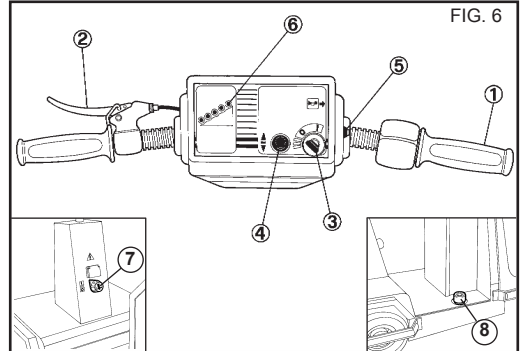
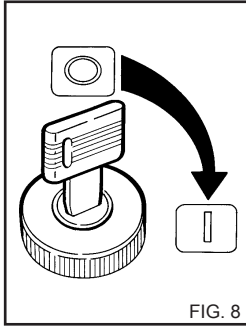

FIG. 6
FIG. 8
STEUERSYSTEME MOD. 250 - FIG. 6
1) Zündschlüssel einstecken und nach rechts auf Stellung (I) drehen (Fig. 8); die Kontrolllampen auf dem Schaltbrett zünden sich an und zeigen, (Detail 6 Fig. 6 - 7) daß das Gerät eingeschaltet ist. Ungefähr 2-3 Sekunden warten. Um den Notschalter anzutreiben, den Drehkopf in der Pos. "I" drehen. (Detail 7 - 11 Fig. 6 - 7)
Gangumschalter (Fig. 6 - 7 Detail 4) auf Vorwärts- bzw. Rückwärtsgang stellen.
- Fahrzeug durch Drehen des Starter-/Zünderknopfes starten (Detail 1, Fig. 6 - 7).
⚠ Mit einem Fuß den Sitzkehrschalter gedrückt halten. Bei der Freilassung des Schalters, wird das Fahrzeug automatisch abgesperrt (Detail 8 - 12, Fig. 6 - 7).
⚠ Da Fahrzeug ist bis zum vollkommenen Entladen der Batterie einzusetzen (rote und gelbe Kontrollampe auf dem Armaturenbrett leuchten auf, Detail 6, Fig. 6 - 7).
Starter-/Zünderknopf aufs Minimum stellen (Detail 1, Fig. 6 - 7).
Zündschlüssel auf Stellung (0) drehen Den Schlüssel des Fahrzeugs in Pos. "0" drehen (alle leuchtenden Anzeiger müssen ausgeschaltet sein); den Notschalter in Pos. "0" drehen. (Fig. 8).
Die Batterien sind aufzuladen, wenn die grünen Kontrolllampen (Detail 6, Fig. 6 - 7) erloschen sind und nur die rote und gelbe Kontrolllampe aufleuchtet.